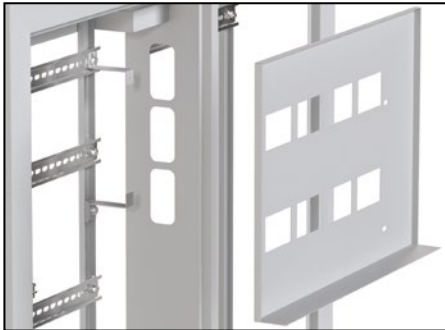

Рис. 12
- 1.1. Открутите саморезы, что держат фальшпанель (рис. 12) при помощи крестовой отвертки, извлеките его. Саморезы сохраните.